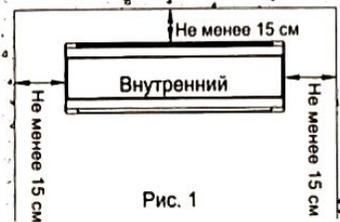

Рис. 1
- Убедись в том, что соблюдено необходимое расстояние как на Рис. 1.
- Обратная часть внутреннего блока должна прилегать к стене (Рис. 1)